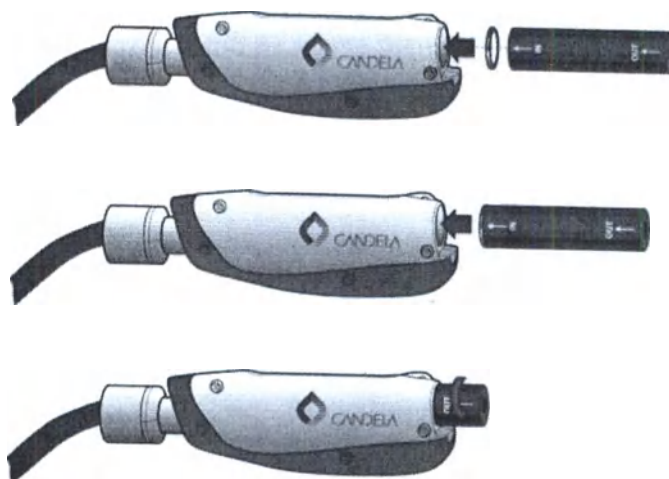

Рисунок 4-5: Инструмент для Извлечения Окон (Замена)
8. **Держа чистое или новое окно за ребро, прикрепите его как магнит к другому концу Инструмента для Окон, где расположена стрелка "In" (ориентировка окна значения не имеет).** Смотри **Рисунок 4-5**.